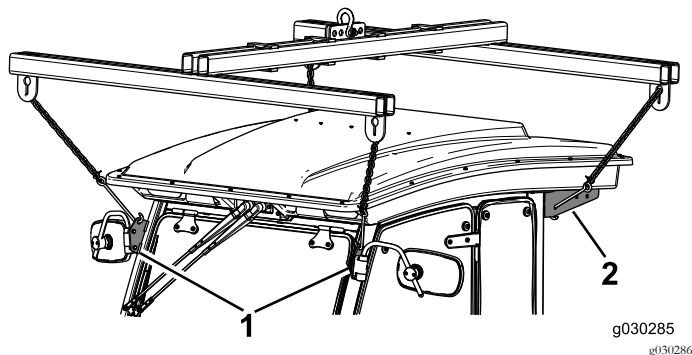

Figura 17
2. Ligue o guincho da cabina aos 4 pontos de elevação na unidade da cabina (Figura 17).